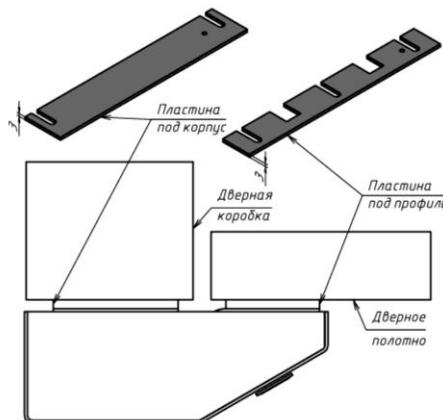

Рисунок 3
- пластина под профиль (рисунок 3)	-1 шт.
- пластина под корпус (рисунок 3)	-1 шт.
- саморез 5,5x32 (1)	-5 шт.
- винт M6x16 (2)	-1 шт.
- винт M3x4 (3)	-4 шт.
- гайка M4 (4)	-4 шт.
- шайба 4 65Г (5)	-4 шт.
- шайба 6 (6)	-3 шт.
- шайба 4 (7)	-4 шт.
5.4 Закрепить корпус замка на коробке двери саморезами (1). Закрепить Z-профиль на створке двери саморезами (1). Закрепить на Z-профиле якорь с пружиной винтом (2). Для совмещения рабочих поверхностей корпуса и якоря могут быть использованы выравнивающие пластины (рисунок 3). После регулировки правильного положения замка затянуть крепежные саморезы.